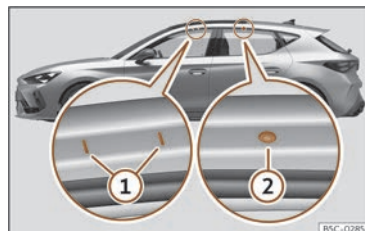

Fig. 203 Puntos de fijación de las barras transversales para el portaequipajes del techo (Leon).
Válido para Leon: Los puntos de fijación delanteros y traseros (1) y (2) sólo pueden verse con las puertas abiertas >>> **fig. 203.**